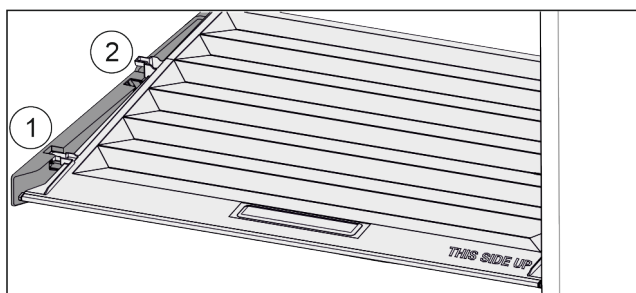

Fig. 54
- ▶ Tirer le couvercle vers l'avant jusqu'à dans l'orifice des pièces de retenue Fig. 54 (1).
- ▶ Le soulever par le bas à l'arrière et le sortir par le haut Fig. 54 (2).